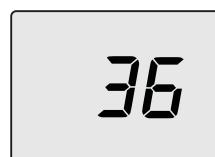

Рисунок 5.43
- Пролистать параметры, используя кнопки 13 и 14 до появления на ЖК дисплее кода **P10**, который сменяется значением параметра, указывая на вход в "параметр 10" (Рисунок 5.43).
- При одновременном нажатии кнопок 12 и 13 (Рисунок 5.41), происходит выход без изменения значения (возврат к перечню параметров, см. Рисунок 5.43).